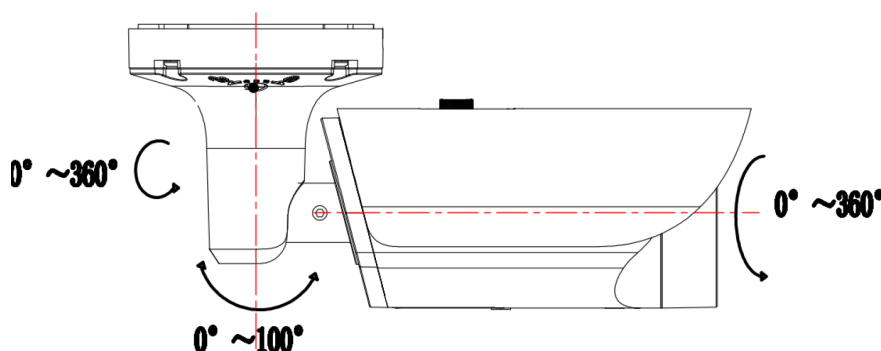

Figura 2
4) Regolare l'angolo di visuale, come mostrato nella figura 2